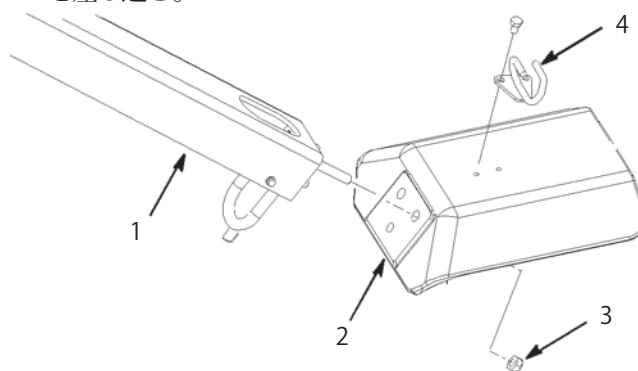

図3
2. フォーク (図3) の穴に、ハンドル取り付け用スタッドを差し込む。